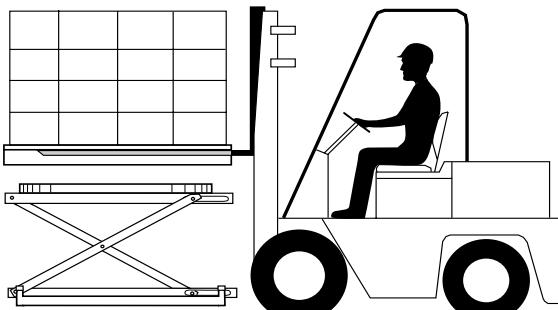

Bild 6. Avlastning med gaffeltruck
1. Sätt gaffeln under pallen och lyft upp pallen ovanpå enheten. Se bild 6.